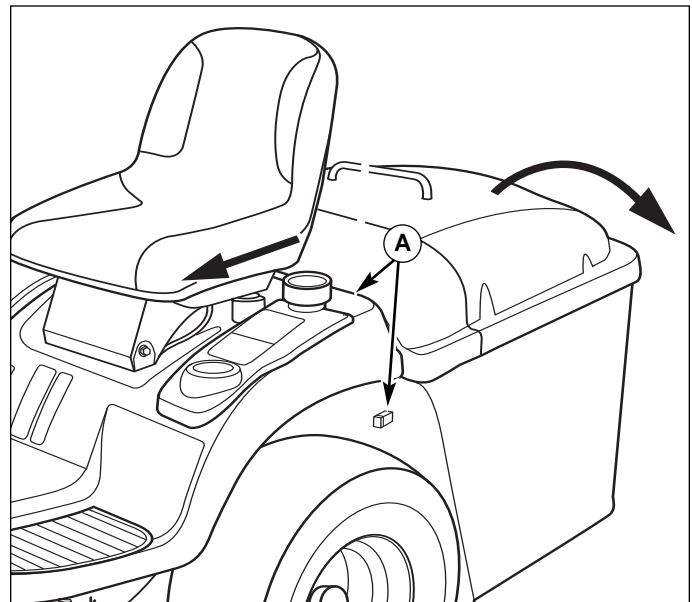

Figure 8. Vidange de la trémie
1. Déplacer le bouton de verrouillage (C, Figure 8) vers l'arrière pour décaler le sac à herbe des bras de support arrière.